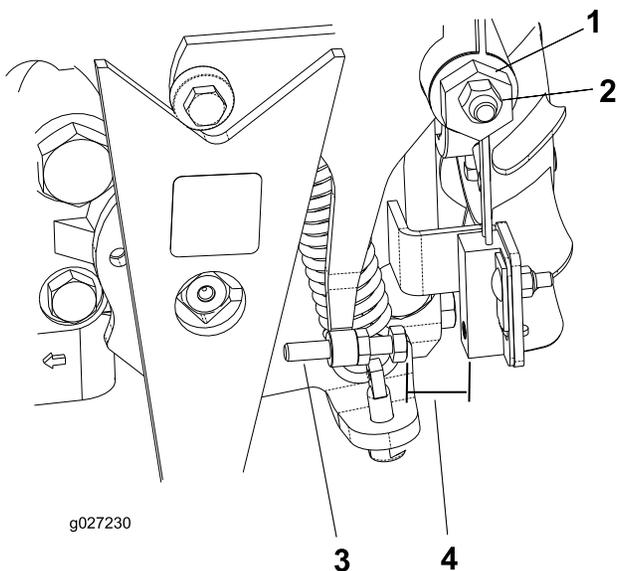

Figure 37
4. Desserrez le contre-écrou de la came de réglage de transmission (Figure 37).
5. Démarrer le moteur et tournez l'hexagone de la came (Figure 37) dans un sens puis dans l'autre pour déterminer la position centrale de la course de réglage du point mort.
3. Ajustez la vis jusqu'à obtention d'un écartement de 0,8 à 2,3 mm ; voir Figure 37.